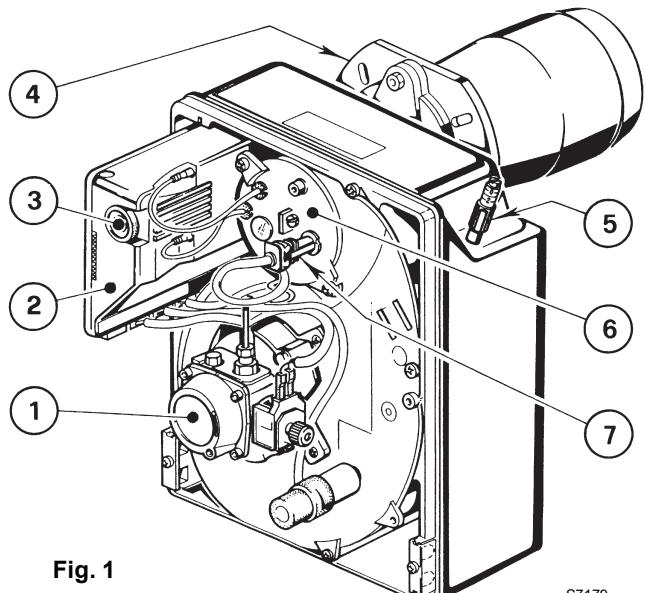

Fig. 1
C Wird durch die Kontrolllampe am Steuer- und Überwachungsgerät signalisiert (3, Abb. 1, auf S. 1).
- Die Reinigung des Flammenfühlers ausführen, (7, Abb. 1, auf S. 1).